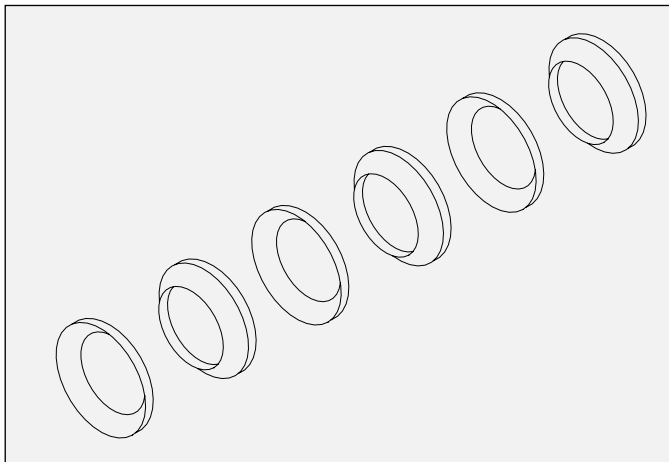

Figura 17: Secuencia de armado de arandela de muelle
2. Atornille las cuatro (4) juntas en V sobre el vástago, con los lados cóncavos hacia adelante (vea la Figura 17).
11. Coloque las seis (6) arandelas de muelle sobre el vástago, la primera, tercera y quinta con el lado cóncavo (ahuecado) hacia adelante. La segunda, cuarta y sexta deben tener el lado ahuecado hacia atrás (vea la Figura 17).
► Las seis (6) arandelas de muelle **DEBEN** volver a colocarse en alternadamente como se muestra en la Figura 17 o bien el aplicador tendrá un funcionamiento defectuoso.